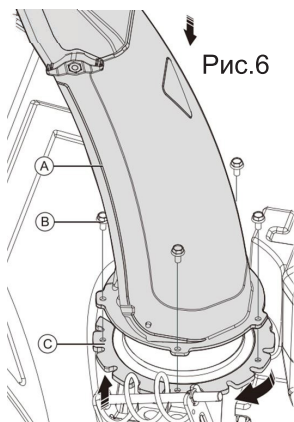

Рис.6
Из отверстий опорного диска (C) выкрутите четыре болта «под шестигранник». Установите разгрузочный желоб и зафиксируйте его положение болтами, плотно присоединив к опорному диску (Рис.6).